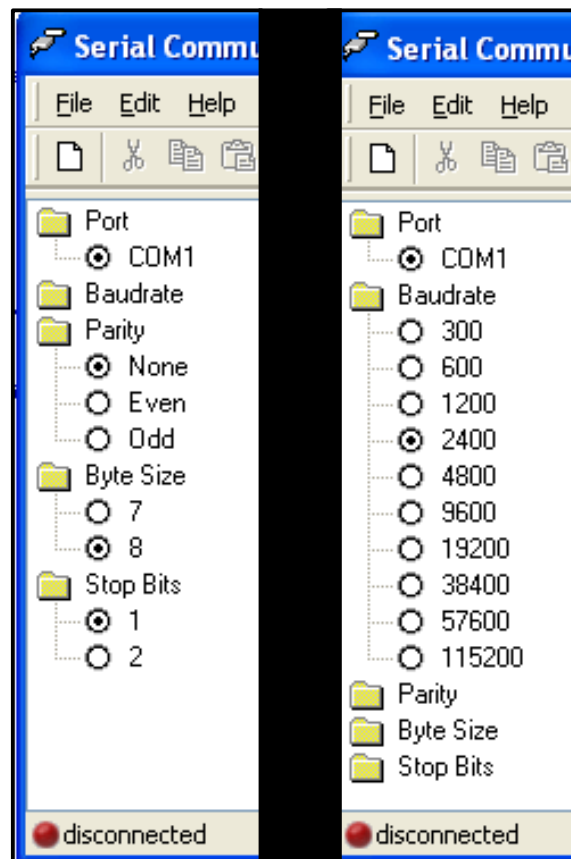

Figura 42. Configuración de la herramienta "Serial Communication Window"
9. Ahora abra de nuevo el MCS y haga clic en el botón **“Serial Communications Windows – F4”** de la barra de herramientas, que se muestra encerrado en el círculo de color rojo de la *figura 42*.